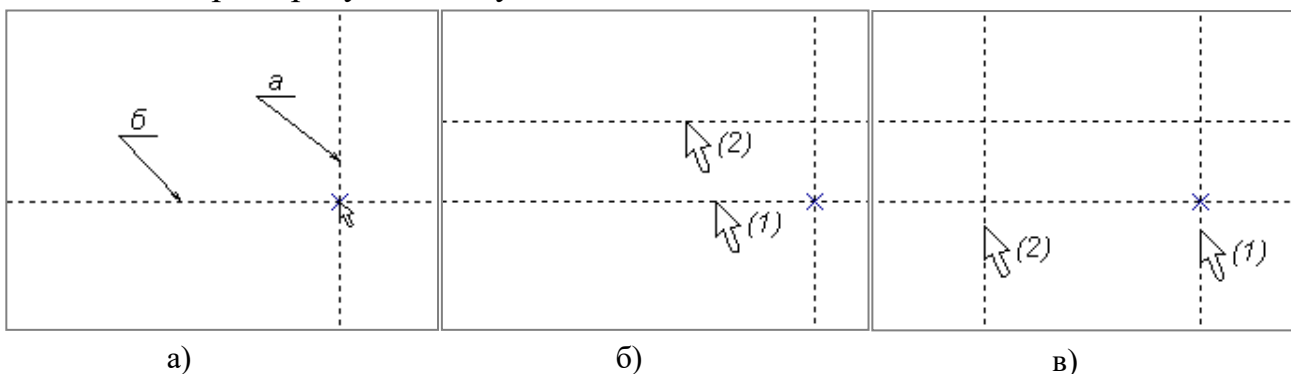

Рисунок 5 – Порядок построения перпендикулярных и параллельных прямых
2.1.2 Постройте две перпендикулярные прямые «а», «б» и 2D узел в точке их пересечения. Порядок построения: выбрать опцию «» в автоменю, затем поместить курсор в нужном месте экрана (рисунок 5а), нажать левую клавишу мыши, далее для выхода из опции построения двух перпендикулярных прямых нажать один раз правую кнопку мыши.
2.1.3 Постройте горизонтальную прямую параллельно заданной. Порядок построения: выбрать базовую горизонтальную прямую (1), не выходя из команды построения бесконечных прямых, затем переместить курсор в нужное место экрана и нажать левую кнопку мыши (2) (рисунок 5б).
2.1.4 Постройте вертикальную прямую. Порядок построения: выбрать базовую вертикальную прямую (1), затем переместить курсор в нужное место экрана и нажать левую кнопку мыши (2) (рисунок 5в).